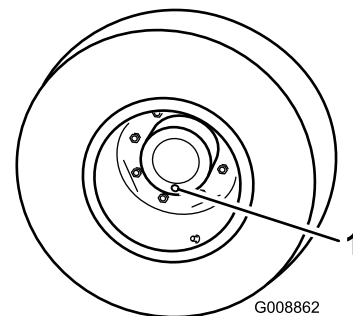

Bild 69
1. Stellen Sie die Maschine auf eine ebene Fläche und stellen das Rad so, dass sich die Prüf-/Ablassschraube (Bild 69) in der untersten Stellung (6 Uhr) befindet.